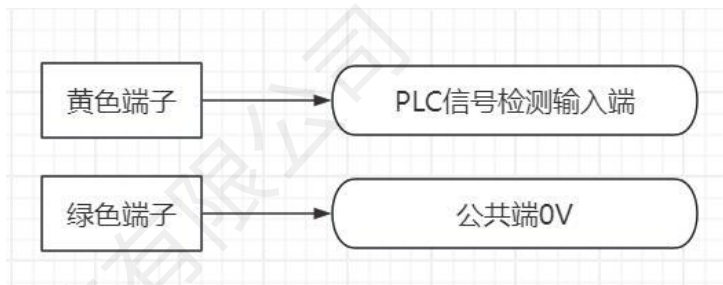

图 2-10
- 若反馈信号直连电控柜或 PLC 设备，黄色端子连接 PLC 信号检测输入端，绿色端子接公共端 0V（如图 2-10 所示）。